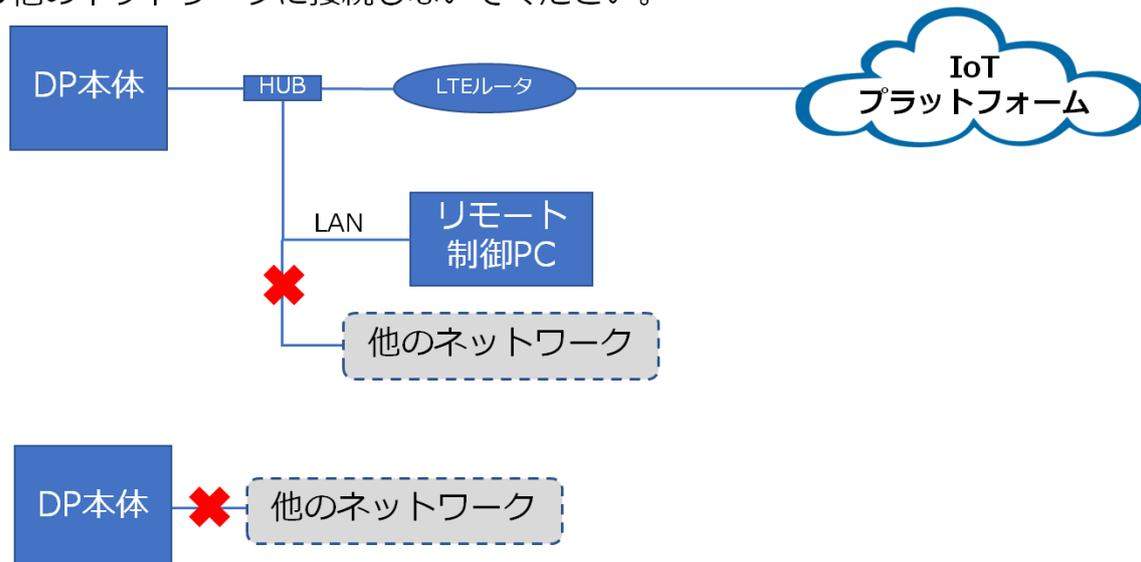

図1 DP本体, LTEルータ, リモート制御PC接続図
- ・ リモート制御 PC を LAN 接続する場合は、図 1 のように HUB を介して LTE ルータとリモート制御 PC を DP 本体に接続してください。この時、LTE ルータを経由したインターネット通信（リモート制御 PC のアップデートなど）を行わないでください。